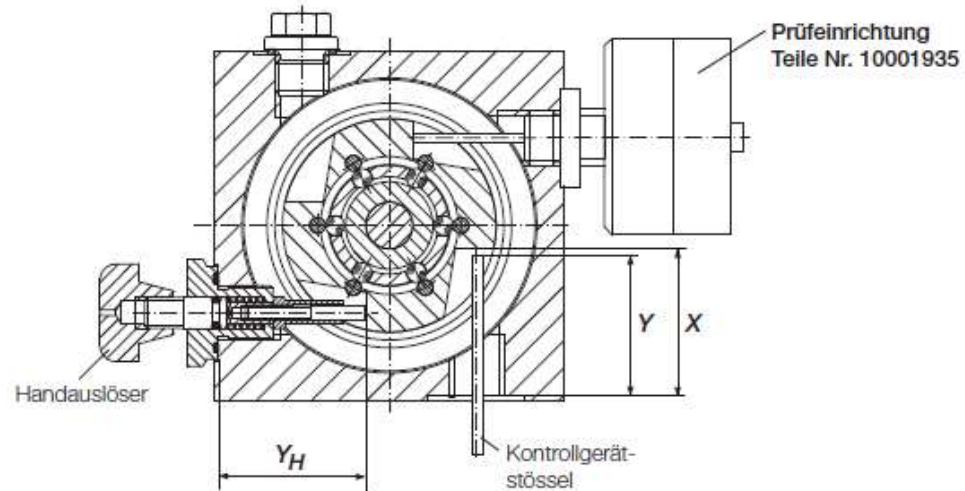

Bild 2: Einstellung des Schaltgerätes
5.1.3 Grundeinstellung des Handauslösers (542) am Schaltgerät
- Die Prüfvorrichtung (Teile-Nummer 10001935) mit Distanzverschraubung (Teile-Nummer 10001942) an beliebiger Stelle am Schaltgerät montieren. (Beispiel siehe Bild 2). Sie wird mit Druck beaufschlagt, um festzustellen bei welchem Prüfdruck der Auslösemechanismus ausrastet. Der Schaltdruck für das Auslösen muss zwischen 0,35 bar und 0,4 bar liegen. Die Abweichung von diesen Werten muss eine Korrektur an der Einstellung des Handauslösers vorgenommen werden.